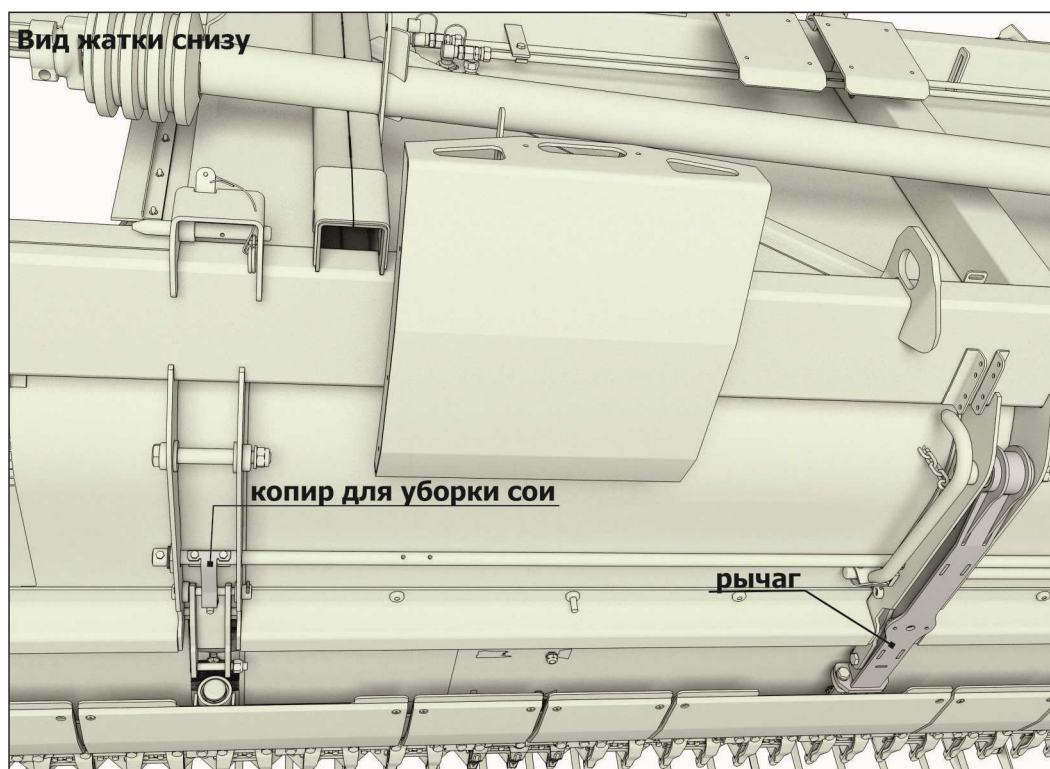

Рисунок 6.12 – Положение копирных дуг для уборки сои
4) Поднять копирные дуги в крайнее верхнее положение и зафиксировать (рисунок 6.12).
**ВАЖНО:** КОПИРЫ ДЛЯ СОИ ДОЛЖНЫ ПРИЛЕГАТЬ К РЫЧАГУ (рисунок 6.12).